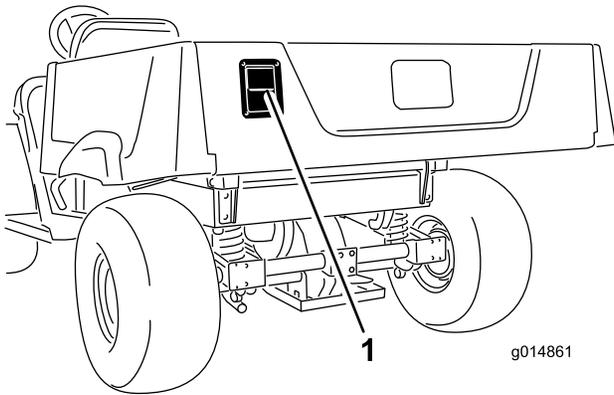

Figura 16
- Per aprire la sponda posteriore, tirate verso l'esterno e sollevate il dispositivo di chiusura, quindi abbassate delicatamente la sponda (Figura 16).